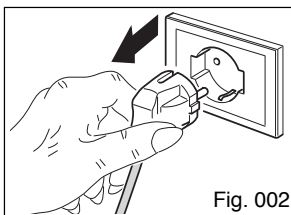

Fig. 002
- **Non tirate il cavo di alimentazione o l'apparecchio stesso per togliere la spina dalla presa di corrente (fig. 002).**
- **Togliere SEMPRE la spina dalla rete di alimentazione elettrica (fig. 002) immediatamente dopo l'uso e prima di eseguire qualsiasi intervento di pulizia o manutenzione.**